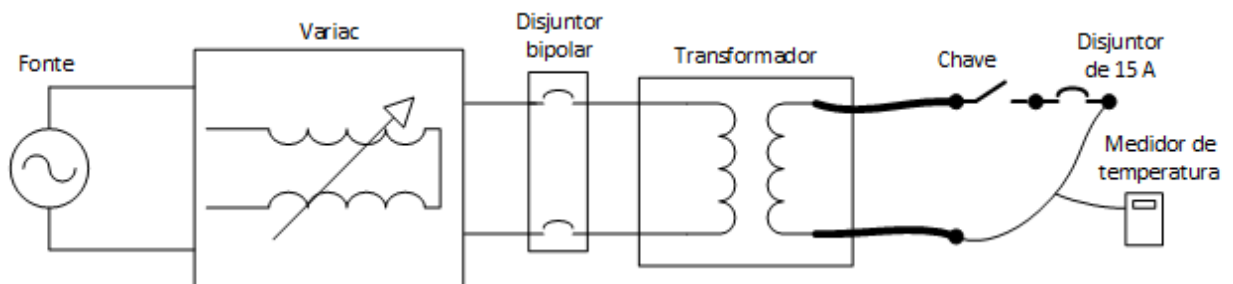

Figura 5 - Montagem para verificação da coordenação da proteção
4.1. Substituir o contador de ciclos pelo fio de 1,5 mm2 (juntamente com o medidor de temperatura) em série com o disjuntor de 15 A, conforme figura 5, e impor corrente de 50 A. Verificar se o disjuntor abre antes ou depois da temperatura do condutor alcançar 70°C.